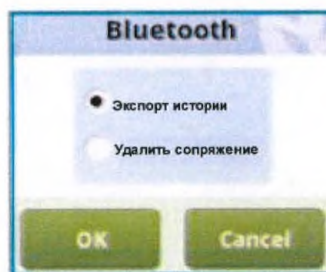

Рисунок 117
1. Если устройство уже сопряжено с ПУ, при нажатии на название устройства откроется диалоговое окно (рисунок 117), которое позволит вам либо экспортировать историю через Bluetooth, либо отсоединиться от устройства.